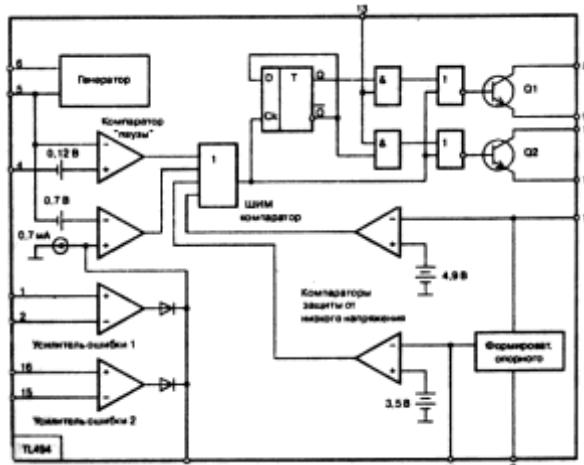

Рис. 7. Структурная схема микросхемы TL494
**ШИМ – контроллер.** На вход ключевых транзисторов полумостового преобразователя поступают модулированные по длительности последовательности входных импульсов. Эти сигналы формируются ШИМ-контроллером, выполненном на интегральной микросхеме TL494. Микросхема содержит: два усилителя ошибки, RC-генератор, компаратор «паузы», тактируемый триггер, источник опорного напряжения +5 В, цепи управления выходным каскадом, выходной каскад. Структурная схема микросхемы (рис. 7) аналогична ИМС MB3759 (FUJITSU), KA7500B (SAMSUNG), TL494 (MOTOROLA).